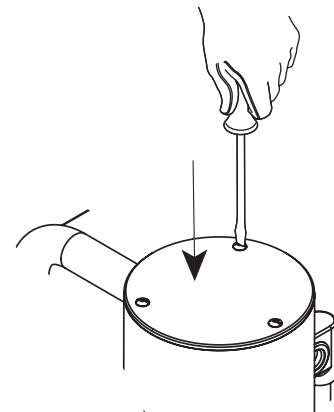

Abbildung 25
- Abdeckung sorgfältig wieder anmontieren und die vorgesehenen Schrauben anschrauben (Abb. 25)